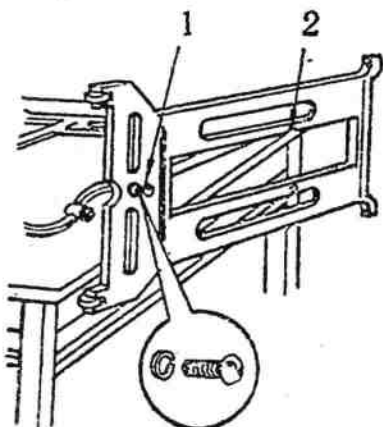

图 1-19 机架装配图
(5)用左手取过边脚(任意一片均可),光滑面向外。先把边脚螺钉插入边脚下部孔中,并旋进方架下端的螺孔中,再将边脚上端的孔对准方架另一端的螺孔,再旋上第二只边脚螺钉(图 1-19)。